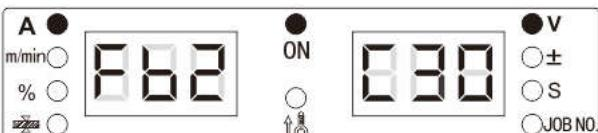

Рисунок 3-29. Отображение функции запроса модели сварочного аппарата FB0 на цифровых дисплеях
- Поворотом регулятора панели управления установите выбор функции FB2 (см. Рисунок 3-29).